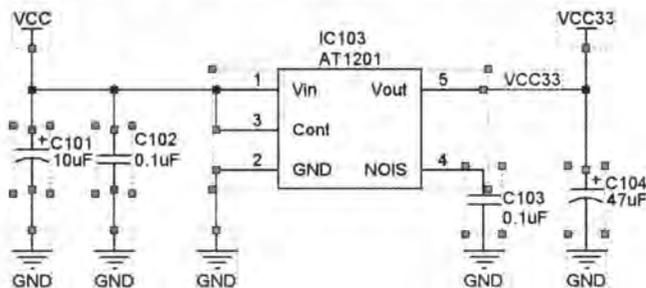

图 3-56 选中需复制的对象
- [1] 打开某一原理图文件，选中需要复制的某一组对象，如图 3-56 所示。